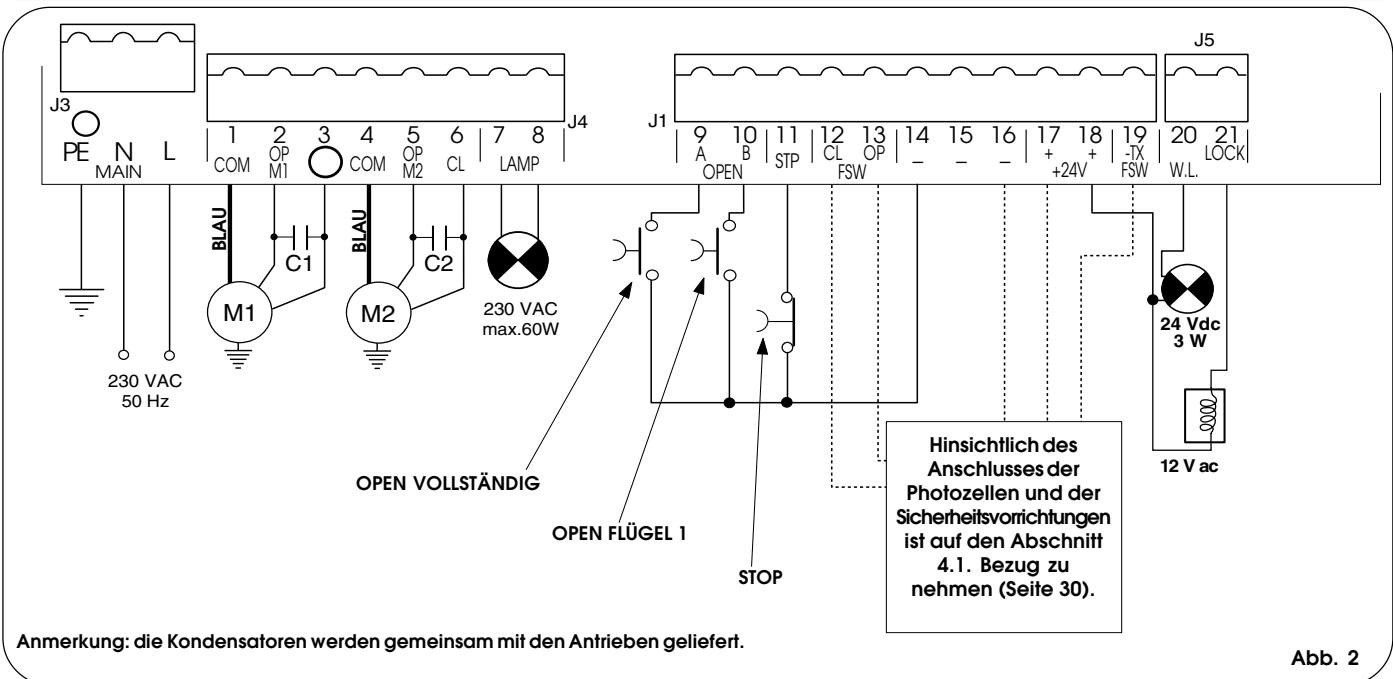

Abb. 2
- Das Erdungskabel ist an die entsprechende Klemme auf dem Stecker J3 des Geräts anzuschließen (siehe Abb. 2).
4.2. Klemmenleiste J3 - Versorgung (Abb. 2)
4.3. Klemmenleiste J4 - Motoren und Blinkleuchte (Abb. 2)
4.4. Klemmenleiste J1 - Zubehör (Abb. 2)
4.5. Klemmenleiste J5- Kontrollampe und Elektroschloß (Abb. 2)
4.6. Stecker J2 - Schnellanschluß (Abb. 2)